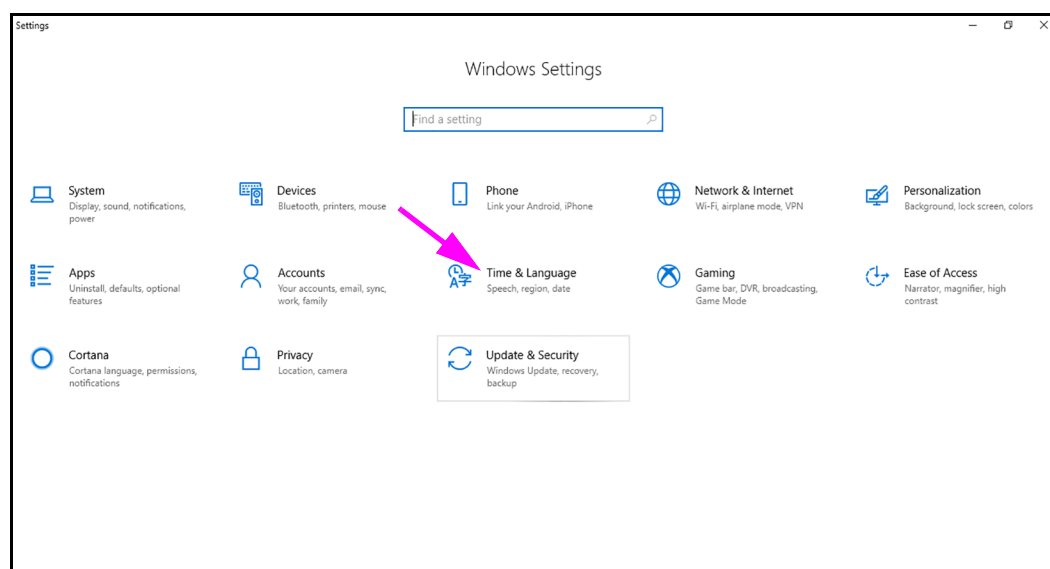

Figura C-6. Finestra delle impostazioni di Windows 10
3. Fare clic sull'icona **Avvio di Windows** e selezionare **Settings (Impostazioni)** dal menu. Si aprirà la finestra Windows Settings (Impostazioni di Windows). Vedere la Figura C-6.
4. Nella finestra Windows Settings (Impostazioni di Windows), fare clic su **Time and Language (Data/ora e lingua)** (vedere la Figura C-6).